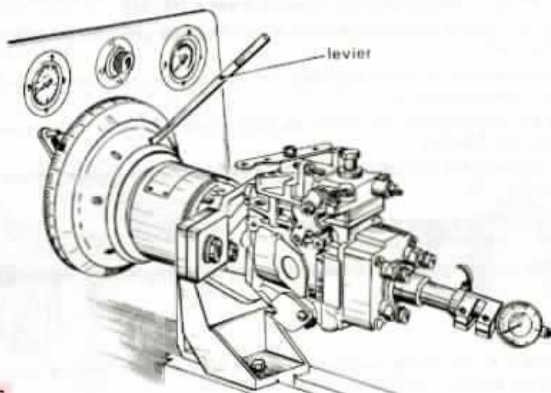

Fig. 34.
- Visser le dispositif de mesure au centre du bouchon 3 pans de la tête hydraulique, en donnant une **tension préalable de 5 mm** au comparateur (1), puis régler le point « 0 », le **piston distributeur se trouvant au P.M.B.**
- Mettre en place la pompe sur le banc d'essais à l'aide d'un support approprié (fig. 34).